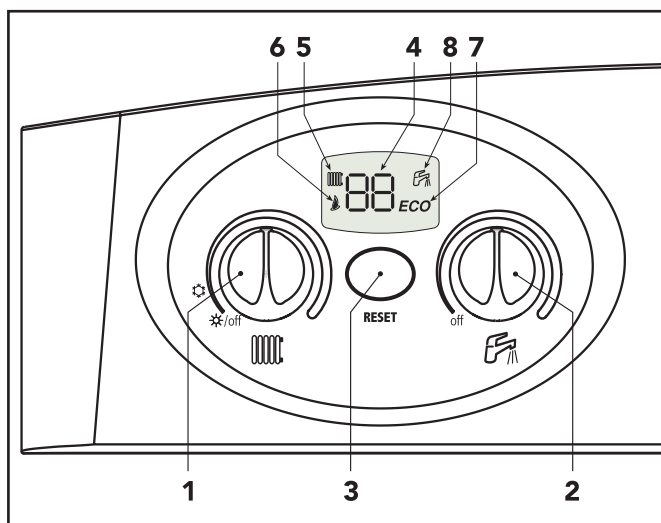

fig. 1
Pendant le fonctionnement normal, le contrôle diagnostic de la chaudière envoie des informations concernant son état à travers l'afficheur (fig.1).
Tourner les deux sélecteurs (rep. 1 et 2 fig. 1) en les positionnant au minimum.
Pour régler la température de départ installation, tourner le sélecteur (ref. 1 - fig. 1).
Pour régler la température de l'eau sanitaire, tourner le sélecteur (ref. 2 - fig. 1).
|  | Blocage chaudière | Vérifier si les robinets des gaz en amont de la chaudière et sur le compteur sont ouverts. Appuyer sur le bouton multifonction (pendant 1 seconde) (fig.1). En cas de blocage répété de la chaudière, contacter le centre d'assistance technique. |